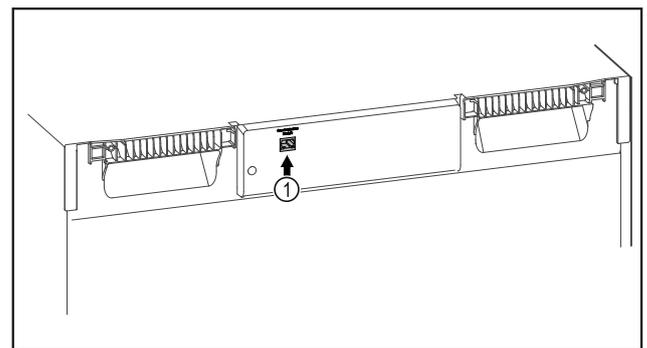

Fig. 71
- ☐ SmartModule Fig. 71 (1) ist eingesetzt.